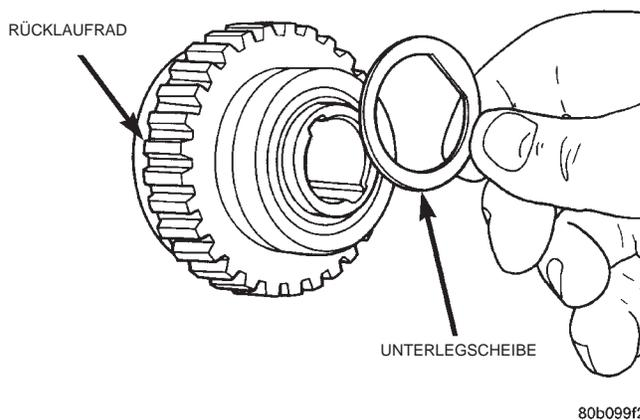

Abb. 116 Unterlegscheibe des Rücklaufrads ausbauen
- (2) Die Unterlegscheibe von Lager und Nabe des Rücklaufrads abnehmen (Abb. 116).